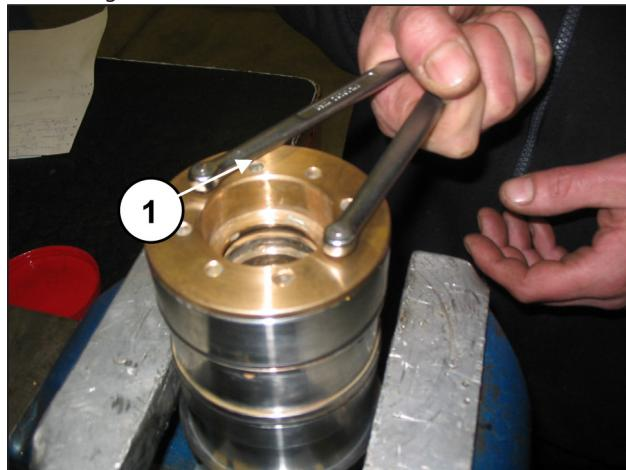

Abb. 169
Trennen Sie den Dichtungshalter von der Buchse mithilfe eines handelsüblichen Stirnlochschlüssels mit runden Zapfen Ø5 (Pos. ①, Abb. 169) und drehen Sie den Halter bis zum vollständigen Herausziehen ab (Pos. ②, Abb. 170).